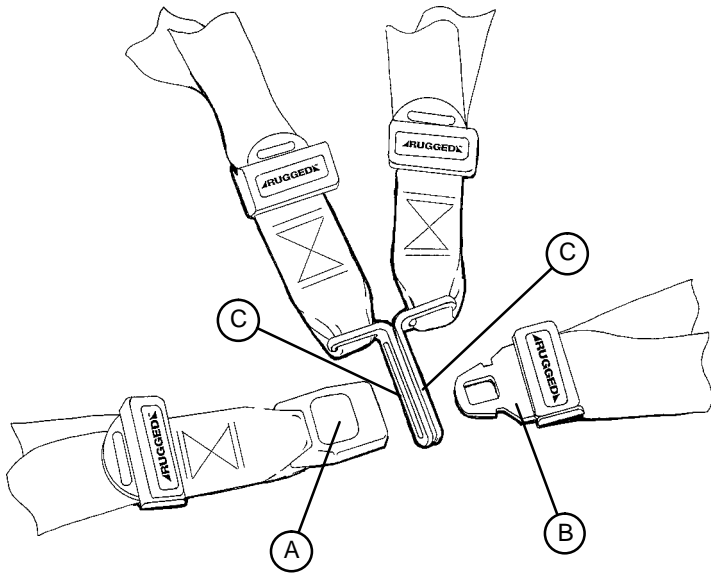

Abbildung 9 – Festschnallen der Rückhaltegurte
Zum Öffnen der Gurte auf den roten Knopf (A) auf der Vorderseite des „Empfängerteils“ der Schließe drücken. Dadurch wird die Schließenzunge (B) entriegelt und kann aus der Schließe gezogen werden (Abb.9). Zum Schließen des Gurts die Zunge in die Schließe drücken, bis ein Klicken hörbar ist. Beim Befestigen der Brustgurte darauf achten, dass die Zunge durch beide Glieder (C) der Schultergurte geführt wird (Abb. 9).